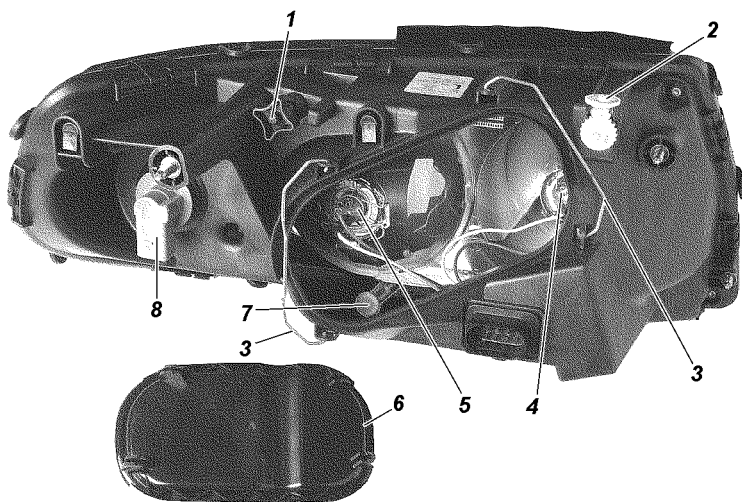

Рис. 9.42. Фара:
3. Включите ближний свет фар и, поочередно закрывая каждую фару, вращением регулировочного винта 1 (рис. 9.42) и регулировочной шестерни 2 добейтесь, чтобы светотеневая граница слева от точек Е и Е' совпадала с линией 1, а справа - с линиями 2 и 2' для левой и правой фар соответственно. Точки перелома светотеневой границы должны совпадать с точками Е и Е'.
Замена ламп фар. Для замены лампы указателей поворота снимите колодку с патрона 8 (см. рис. 9.42), поверните патрон по часовой стрелке (для правой фары) или против часовой стрелки (для левой фары) и выньте патрон в сборе с лампой.